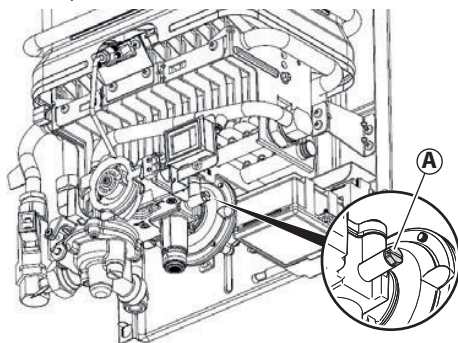

Figura 5.9
- 2 Rimuovere le vite di tenuta (A) dal nipplo di misurazione della valvola del gas (Figura 5.9).